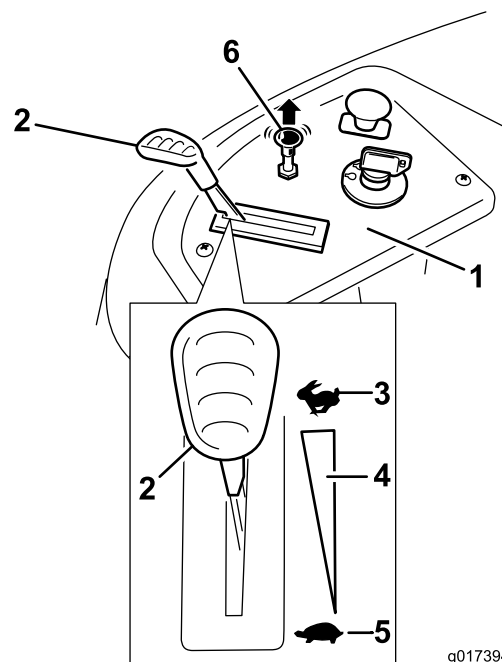

Figure 12
3. Tirez la commande de starter pour démarrer un moteur à froid (Figure 12).
2. Placez la manette d'accélérateur à la position haut régime (Figure 12).